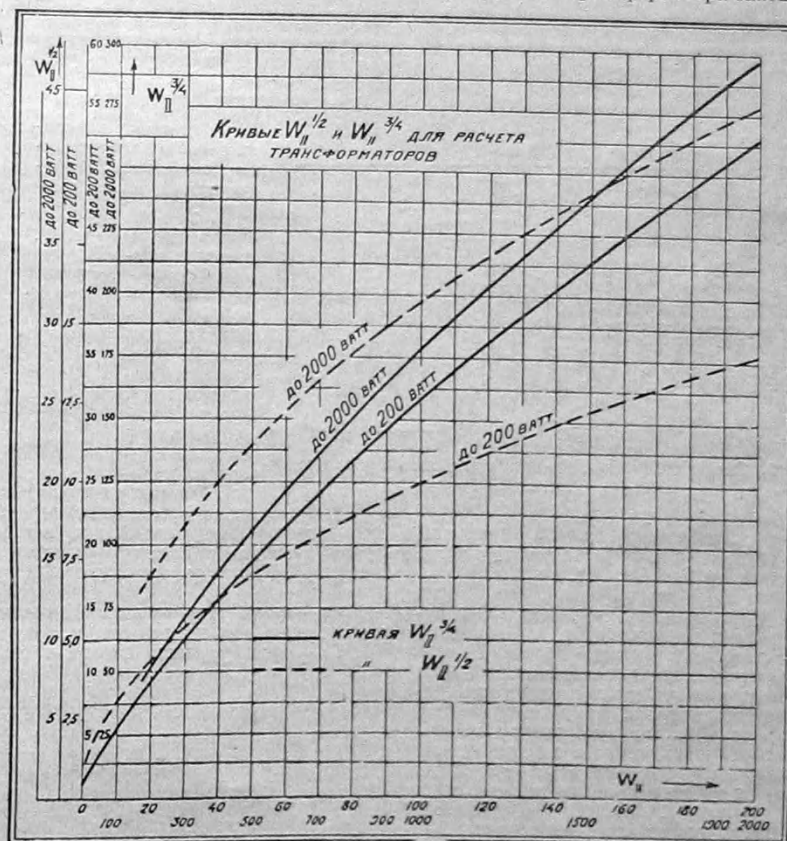

Рис. 8. График для расчета.
1) $W_{II}^{1/2}$ и $W_{II}^{3/4}$ находятся из график рис. 8. Значение $W_{II}^{1/4}$ получим при делении $W_{II}^{3/4}$ на $W_{II}^{1/2}$, т. к. $W_{II}^{1/4} = \frac{W_{II}^{3/4}}{W_{II}^{1/2}}$